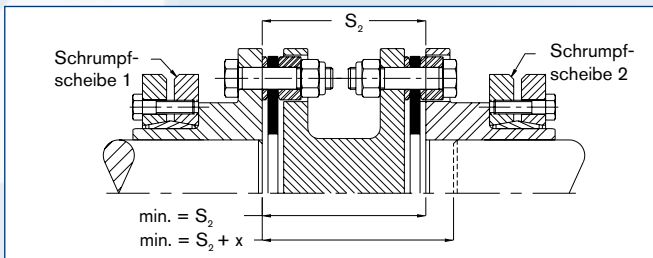

Abb. 4: Zweigenkig
2. Nabe auf die Welle aufschieben und diese Ausrichten (siehe Abb. 3 und Abb. 4, S. 55). Befestigungsschrauben mit dem angegebenen Anzugsmoment nach Tab. 4 (S. 54) anziehen. Verwenden Sie einen Drehmomentschlüssel!